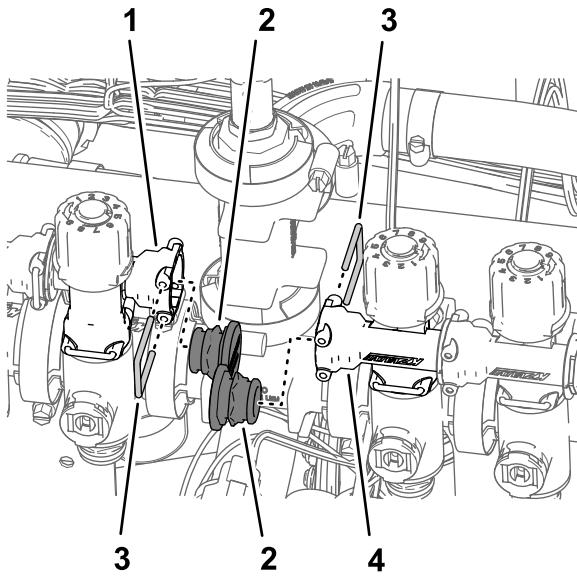

Рисунок 98
3. Снимите держатели, которые крепят заглушки в гнездах бысторазъемных штуцеров на клапане сопла 5 и клапане сопла 6, и снимите заглушки (Рисунок 98).